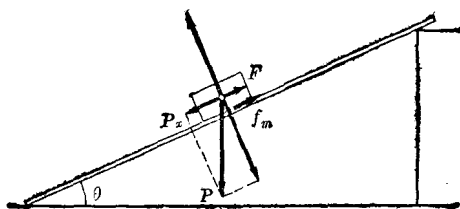

图 4.18 物体停留在斜面上
(2) 再根据最大静摩擦力的规律, 斜面上的重物沿斜面的方向上向下的合力只要小于它向上的最大静摩擦力 f_m , 就可以停留在斜面上静止不动(图 4.18)。从这一关系可以列出